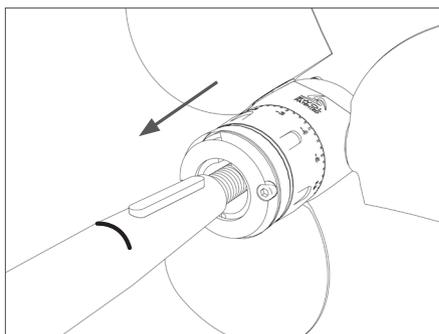

ABB. 13 Aufstecken des Propellers auf die Welle mit Passfeder
- Stecken Sie die komplette Propellereinheit auf die Propellerwelle (**Abb. 13**) und halten Sie sie vor der Befestigung in Position.